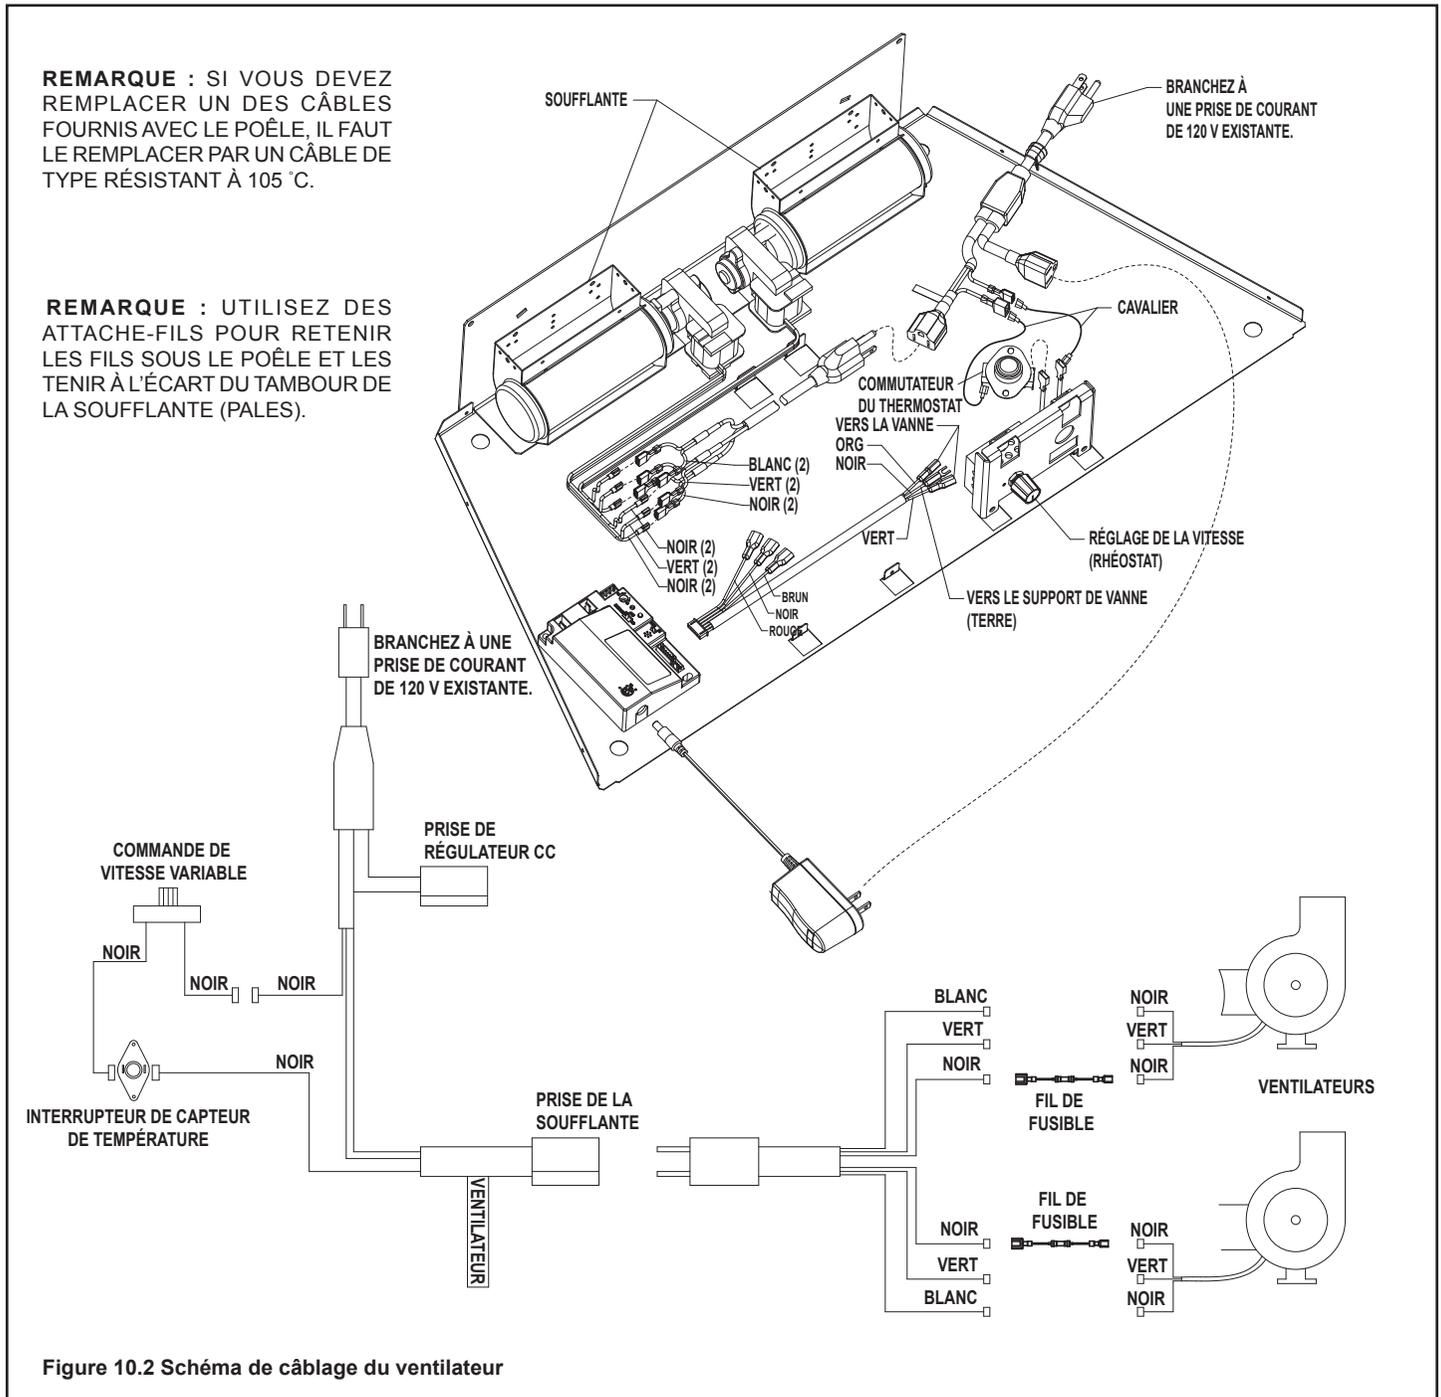

Figure 10.2 Schéma de câblage du ventilateur
- Pour connecter les accessoires en option, le cordon d'alimentation fourni doit être utilisé. Voir la Figure 10.2 ci-jointe pour le schéma électrique de la soufflante ou de la télécommande.